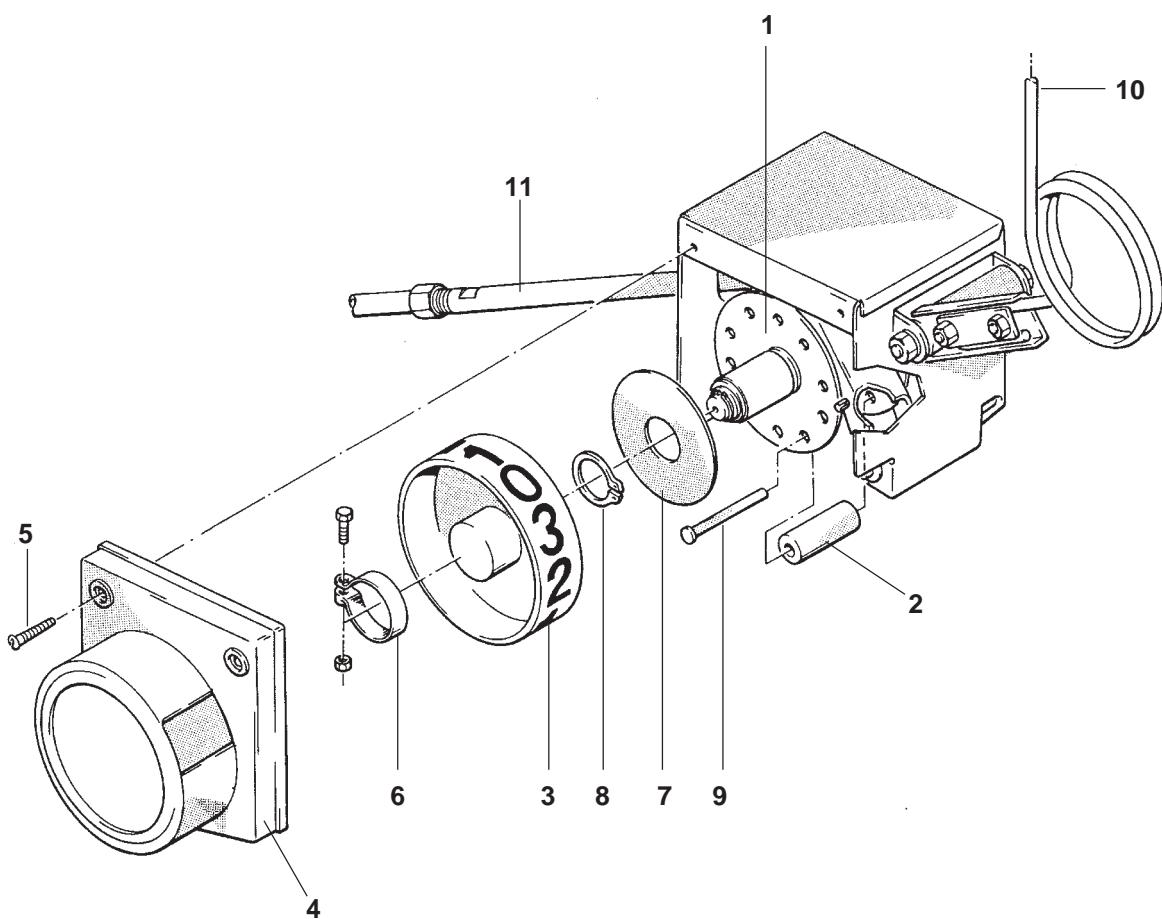

Рис. 13.19
**Расстояние между техническими колеями** (смотри таблицу на стр. 13-1) соответствует ширине захвата разбрасывателя удобрений. Ритм закладки технической колеи определяет устройство для установки технической колеи (Рис. 13.19). Если необходимо закладывать техническую колею в другом ритме, необходимо поменять дозирующий диск (Рис. 13.19/1) в устройстве для установки технической колеи.
- Снять защитную крышку (Рис. 13.19/4) открутив два винта (Рис. 13.19/5).
- Ослабить затяжку зажимной скобы (Рис. 13.19/6) и снять вместе с указательным диском (Рис. 13.19/3).
- Снять стопорную шайбу (Рис. 13.19/7) после снятия стопорного кольца (Рис. 13.19/8).
- Свободно лежащий храповик (Рис. 13.19/2) после того как будет вынут болт (Рис. 13.19/9), как описано в пункте 13.8.2, установить в дозирующем диске.
- Монтаж стопорной шайбы (Рис. 13.19/7) и стопорного кольца (Рис. 13.19/8).
- Установить новые контрольные ленты на указательном диске (Рис. 13.19/3), как показано в пункте 13.8.2 и закрепить надозижающим диске при помощи зажимной скобы (Рис. 13.19/6). Сначала сильно не затягивайте.
- Переключать устройство для установки технической колеи при помощи пружины управления (Рис. 13.19/10) пока зажимная трубка (Рис. 13.19/11) не затягивается храповиком (Рис. 13.19/2) и не закрепится. После этого крепится защитная крышка (Рис. 13.19/4) на устройстве для установки технической колеи, а указательный диск (Рис. 13.19/3) прокрутить так, чтобы в окошке защитной крышки появился "0".
- Крепко затянуть указательный диск (Рис. 13.19/3) при помощи зажимной скобы (Рис. 13.19/6) и установить защитную крышку (Рис. 13.19/4).
- Переключать устройство для установки технической колеи при помощи пружины управления (Рис. 13.19/10) до тех пор пока указательный диск (Рис. 13.19/3) не повернется минимум на три полных оборота, и проверить, правильно ли работает распределительный ящик, т.е., в каждом ли "0" положении затягивается зажимная трубка (Рис. 13.19/11).